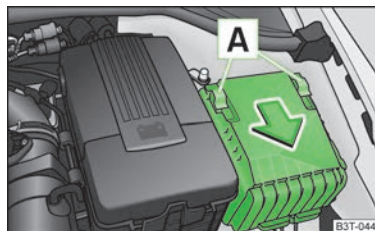

Fig. 185
- La tapa de la caja de fusibles se quita desplazando hacia adelante el estribo de seguridad **A** » fig. 185 hasta el tope. Detrás del estribo será visible el símbolo . Quitar ahora la tapa.